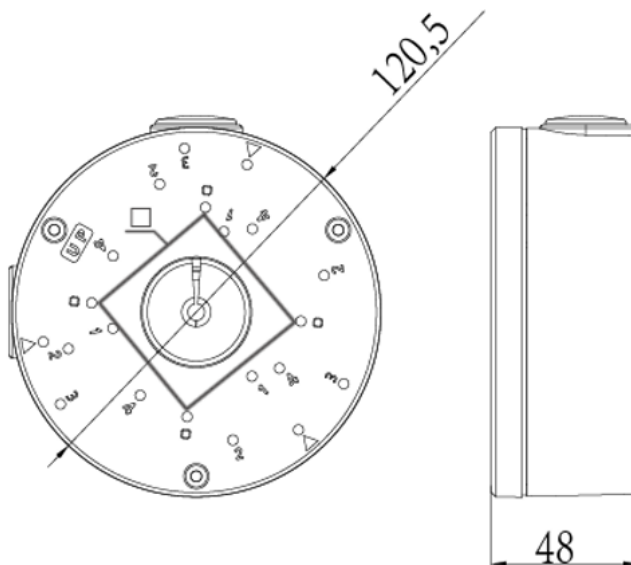

Рис. 2 Передняя сторона монтажной коробки для установки видеокамеры.
- 2. Крепление камеры.** Зафиксируйте камеру на монтажной коробке с помощью четырёх винтов М4, входящих в комплект поставки коробки. Винты устанавливаются в отверстия, отмеченные на схеме квадратным символом (см. Рис. 2).